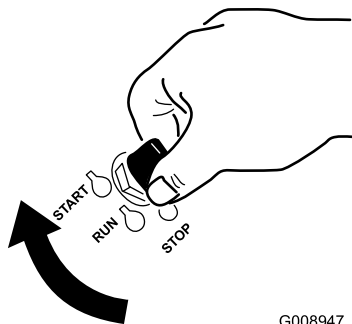

Figure 24
6. Tournez la clé de contact à la position DÉMARRAGE (Figure 24).